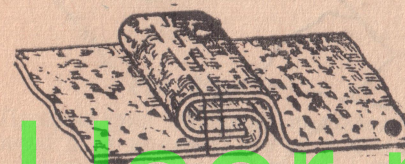

Рис. 32.
5. Окончательный вид запошивного шва показан на рис. 32. Шов состоит из четырех слоев: с внутренней стороны прошиты все четыре слоя, с наружной стороны — три слоя.